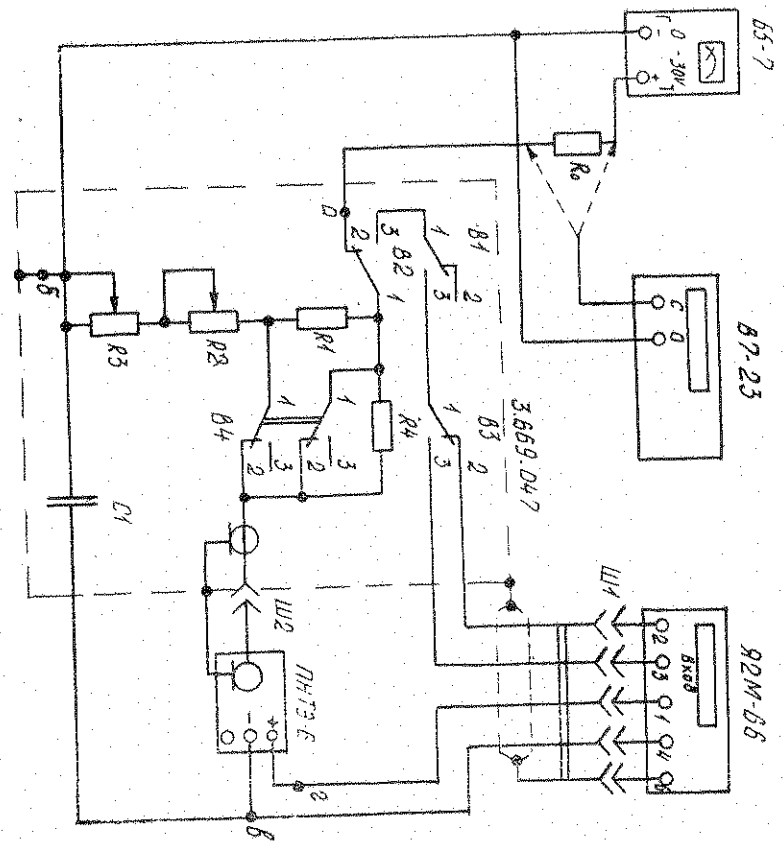

Рис. 7. Схема электрическая соединений приборов при определении параметра калибратора переменного тока
11.3.6. Определение параметров внутреннего калибратора переменного тока на эквивалентных сопротивлениях 200, 240 и 160 Ом производится по схеме соединений приборов рис. 7. Пунктиром обозначена схема присоединительного устройства 3.669.047 из поверочного комплекта 4.068.846, поставляемого для поверочных органов.
320 Ом производится по схеме соединений приборов рис. 7, с тем отличием, что тумблеры В3 и В4 устанавливаются в положение 3, и измерения проводятся в соответствии с данными табл. 2 приложения 13.